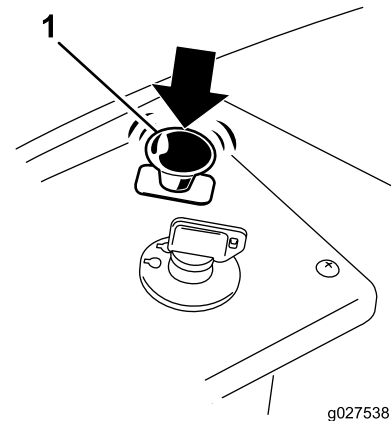

Figura 14
1. Desengrane las cuchillas moviendo el mando de control de las cuchillas a Desengranado (Figura 14).